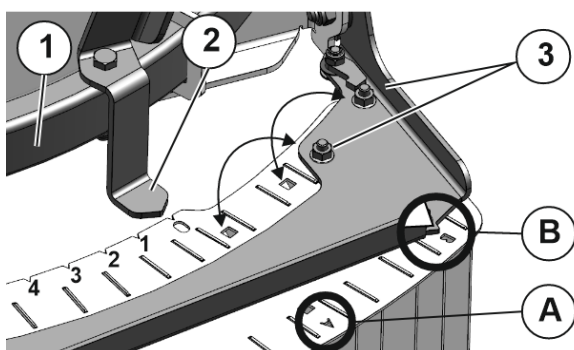

Fig. 57
2. Translați blocul lamelar pe etrierul de ghidare (Fig. 57/1) atât de mult până când indicatorul (Fig. 57/2) stă la valoarea din tabelul de împrăștiere de reglat.